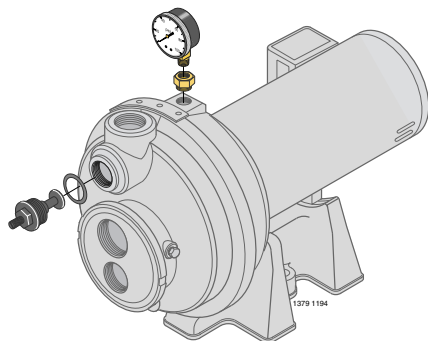

Figure 1 : Poser la vanne de réglage et le manomètre
- 2 ° Poser la vanne de réglage et le manomètre dans le corps de la pompe (voir la Figure 1).
- 1 ° Poser la vanne de réglage et le manomètre dans le corps de la pompe (voir la Figure 1).